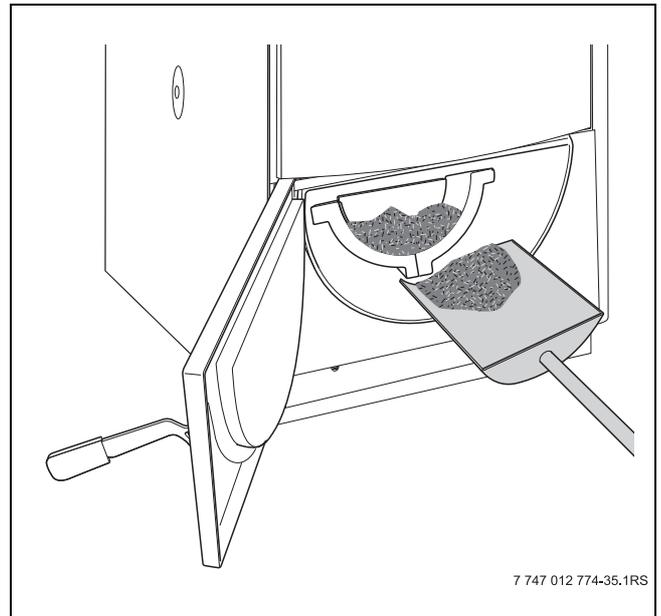

Fig. 28 Rimozione della cenere
- Rimuovere dal ceneraio la fuliggine staccata con l'ausilio della paletta (→ fig. 28).